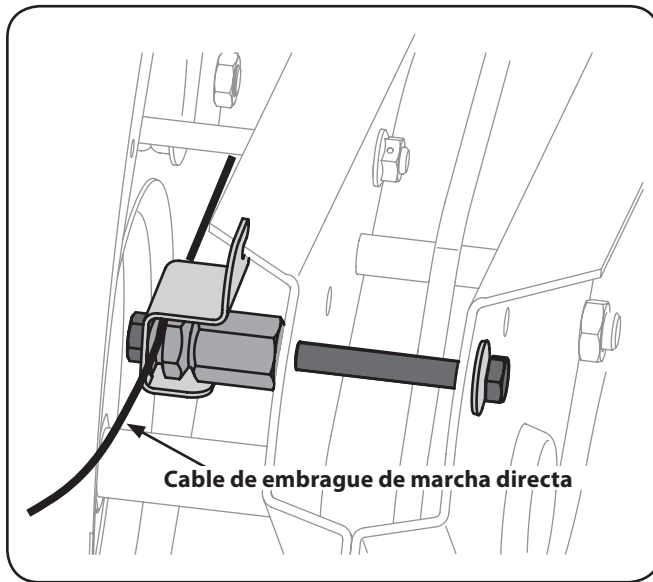

Figura 1-1
1. Identifique el cable del embrague de marcha hacia adelante. Vea la Figura 1-1.